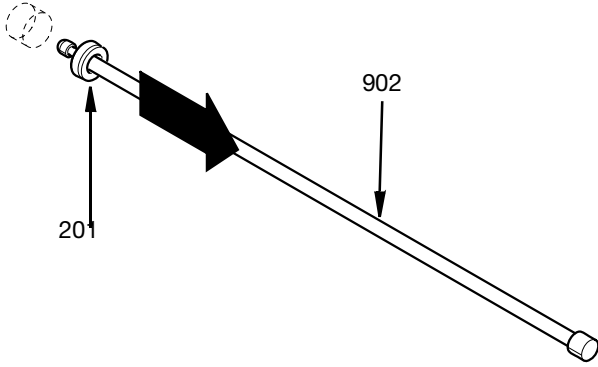

FIG. 34
Bir mil contasını çıkarmak için, conta montaj milinin (902) sivri ucunu mil contasının (201) ortasına yerleştirin. Aletin girintisini contanın karşı yüzüne kancalayın ve contayı salmastra ara parçalarından (203 ve 204) veya hava silindiri muhafazasından (509) geri çekin. Bkz. FIG. 34.